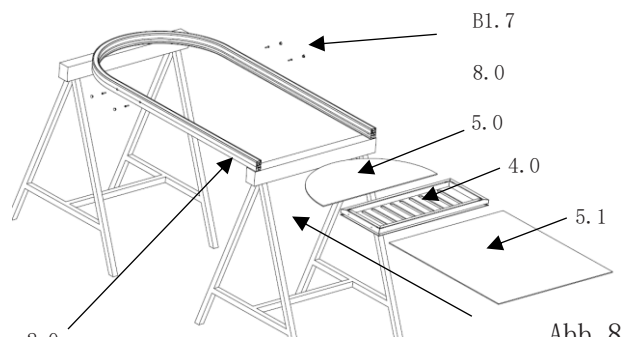

Abb. 8
- obere PC-Giebelplatte (oben) (**Pos. 5.0**) in die Nut von dem Randsprossenbogen (**Pos. 2.0**) einschieben. (Abb. 8/9)
- untere PC-Giebelplatte (unten) (**Pos. 5.1**) in die Nut von dem Randsprossenbogen (**Pos. 2.0**) einschieben. (Abb. 8/9)
- als nächstes wird der Schiebelüfter (**Pos. 4.0**) mit vier Linienblechschrauben (**Pos. B1.7**) montiert. (Abb. 8/10)
- die Sackloch-Bohrungen werden mit vier Blindstopfen (**Pos. 8.0**) abgedeckt. (Abb. 8/10)